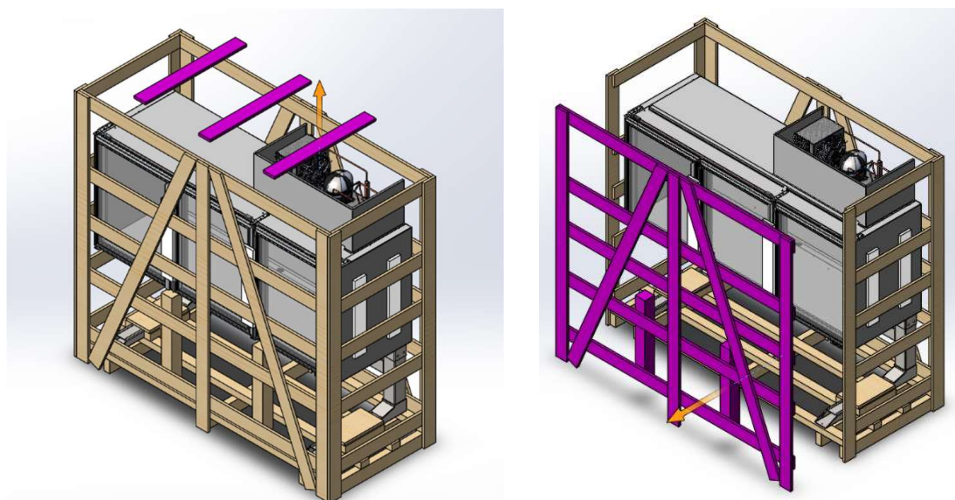

Рис. 6.1.1. а) верхня частина обрештування; б) повздовжнє обрештування
2. Демонтувати повздовжні решітки (рис. 6.1.1, б)